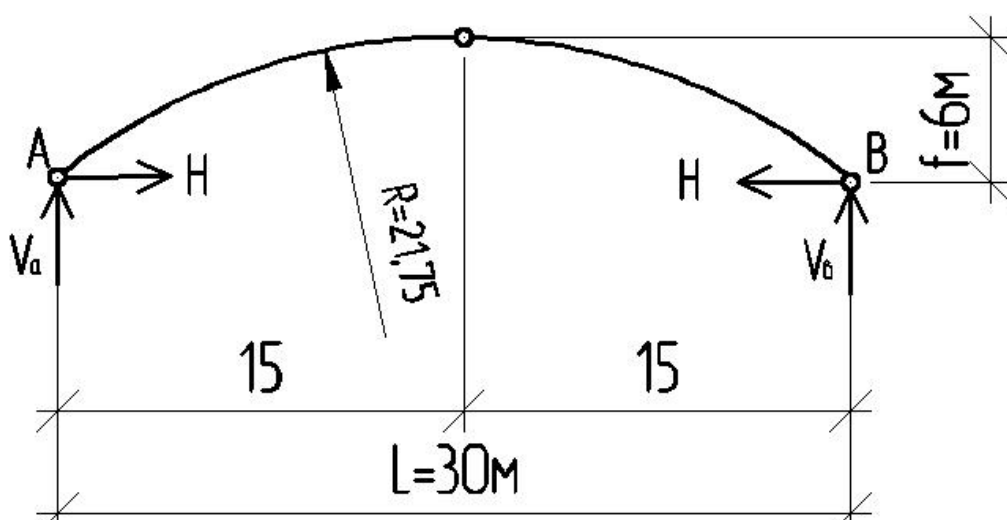

Рис. 2.17. Расчетная схема арки
- появившемся диалоговом окне Признак схемы (рис.2.17) задайте следующие параметры: